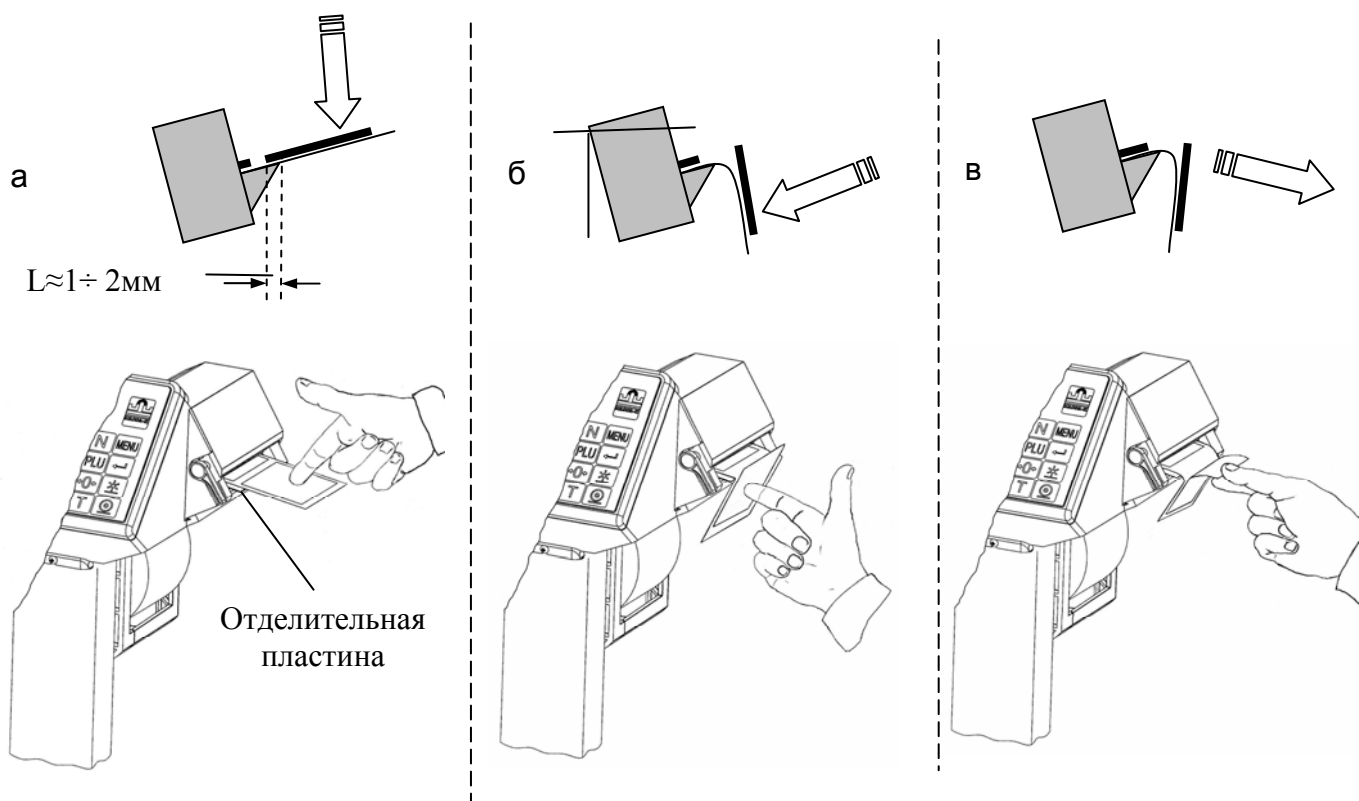

Рис. 7. Отделение этикетки в весах без узла подмотки (весы ВПМ_Ф, ВПМ_Т)
- после печати край этикетки остановится над отделительной пластиной (Рис. 7 а);
- легким нажатием указательного пальца отклонить этикетку вниз вместе с лентой (Рис. 7 б). Край этикетки отделится от ленты;
- снять этикетку с ленты, удерживая ее за верхний край большим и указательным пальцами (Рис. 7 в).
- 3 Если край этикетки не отделяется при нажатии или отделяемый край слишком мал, то необходимо откорректировать место остановки этикетки. Рекомендованное место остановки, когда край этикетки не доходит до конца отделительной пластины на 1÷2 мм (см. Рис. 7 а).
Параметр важен при ручном отделении этикеток. Удобное отделение этикетки обеспечивается, когда расстояние L между концом этикетки и краем отделительной пластины после распечатки составляет $1 \div 2$ мм (Рис. 7 а). Изменение L достигается кнопками , , при этом, на печатающем устройстве, заметно перемещение этикетки.